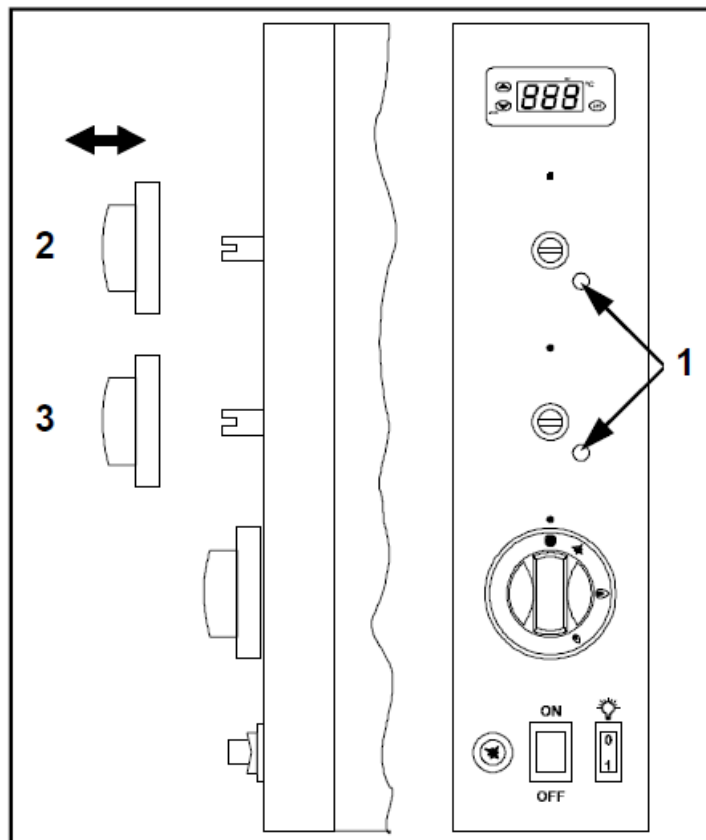

Рисунок 10 – Минимальные настройки верхних и нижних горелок
Для работы на сжиженном газе (типы G30 – G31) минимальные настройки уже сделаны, и винт (рисунок 10, поз. 1) закреплен в необходимом положении. Минимальные настройки при использовании других типов газа устанавливаются следующим образом:
- Вручную снять ручку соответствующей горелки с панели управления (рисунок 10, поз. 2/3);
- Повернуть винт (рисунок 10, поз. 1) на 2 или 3 оборота против часовой стрелки, после чего установить ручку на место;
- Снова снять ручку и затягивать винт (рисунок 10, поз. 1) до тех пор, пока пламя горелки не будет едва заметно;